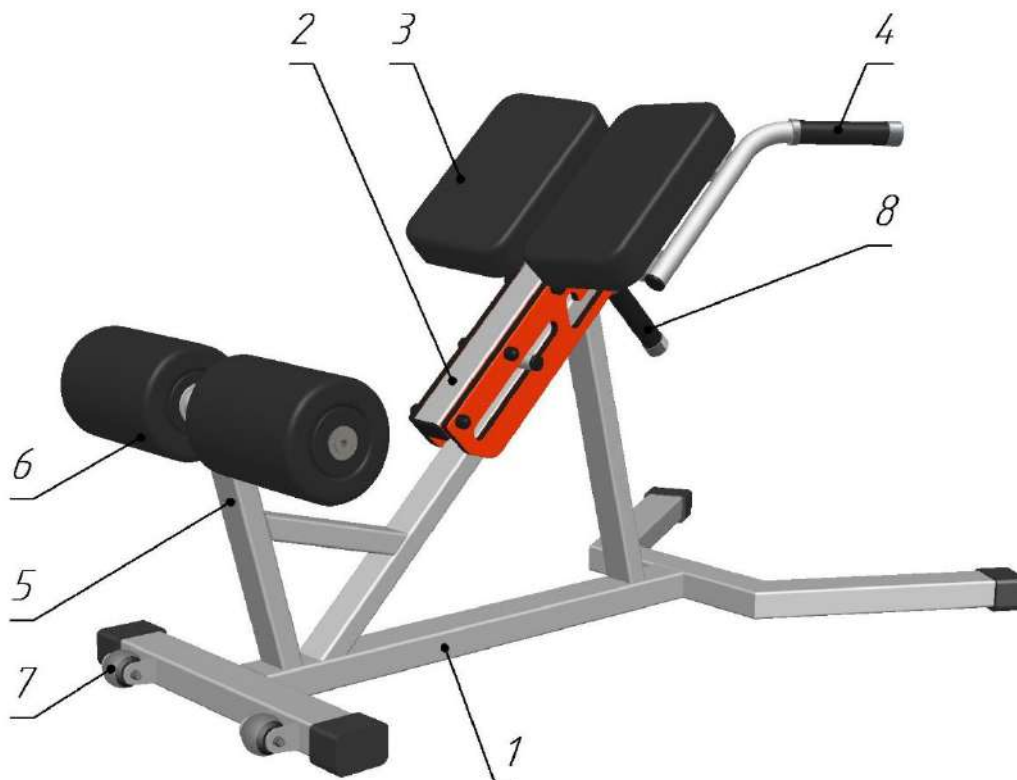

Рис.1 Общий вид Скамьи «Гиперэкстензия» РТР 618
2.1. Скамья «Гиперэкстензия» РТР 618 (см. рис.1) представляет собой разборную конструкцию, состоящую из основания **1**, на котором подвижно закреплена верхняя опора **2**, которая может занимать четыре различных положения. Верхняя опора оснащена мягкими подушками **3** и рукоятками **4**. Нижняя опора **5**, расположенная на основании, оснащена мягкими валиками **6**. Для облегчения перемещения скамьи по полу она оснащена колесами **7** и рукояткой **8**.